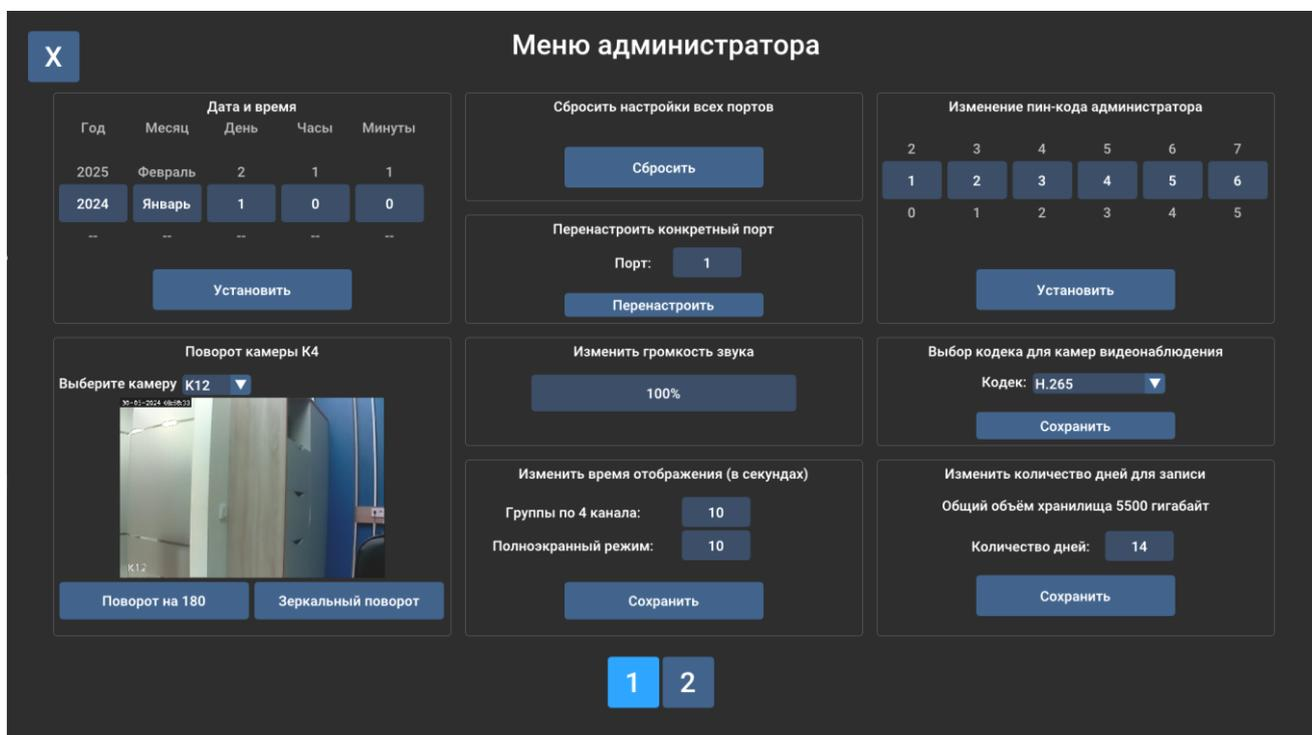

Рисунок 6. Меню администратора
3.5.1 Настройка параметров системы включает в себя (см.рисунок 6):